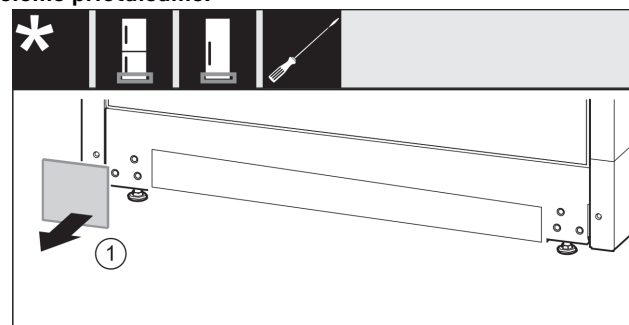

Fig. 13
- ▶ Nuimkite uždangalą. Fig. 13 (1)